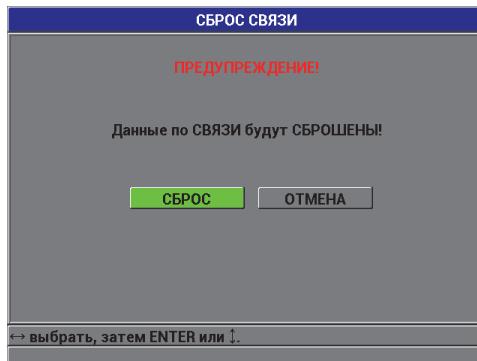

Рис. 8-9 Экран СБРОС СВЯЗИ – Предупреждение
2. В подменю СБРОС выберите СОЕДИНЕНИЕ, чтобы отобразить окно СБРОС СВЯЗИ (см. Рис. 8-9 на стр. 153).